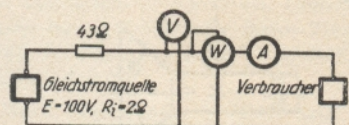

Bild 1
Unter anderem haben die „Bell Telephone Laboratories“ versucht, inwieweit sich Metalltrichter zur Bündelung der Dezimeterwellen eignen. Dabei wurden Anordnungen nach Bild 1 benutzt.
2. Bild 1 zeigt eine Schaltung. Die Meßinstrumente, die keinen Eigenverbrauch